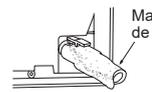

Figura 4
- 5) Inserte completamente la manguera de drenaje en el depósito de drenaje situado en la parte posterior derecha de la unidad interior. (Figura 4)